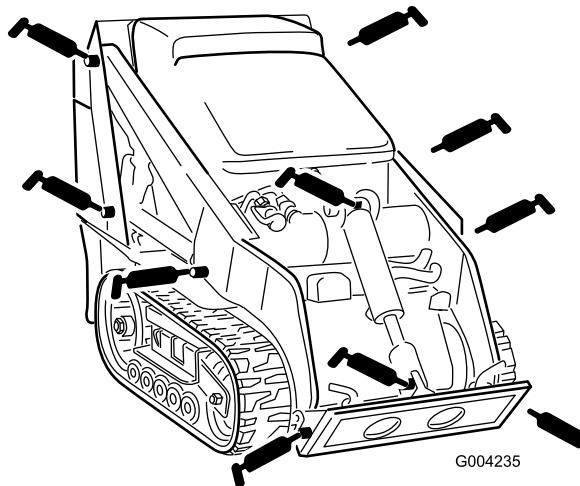
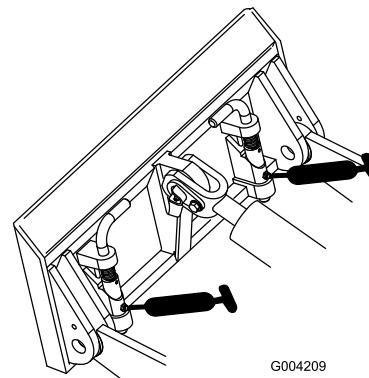

Figura 28
Figura 29
4. Collegate un ingrassatore a pressione a ciascun ingrassatore (Figura 28 e Figura 29).